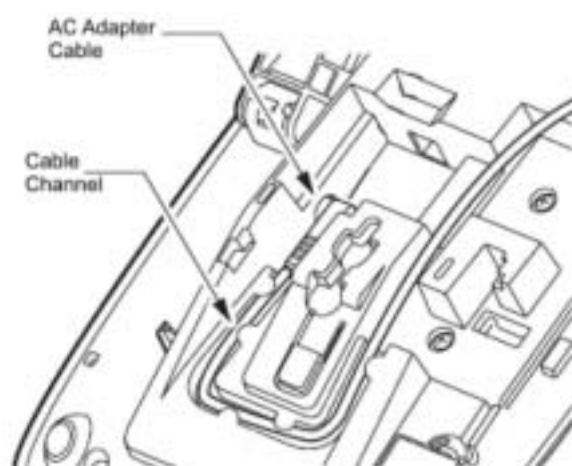

图 5-73 连接 AC 电源适配器
17. 连接 AC 电源适配器（DT300/DT700 系列）。参考“图 5-73”。